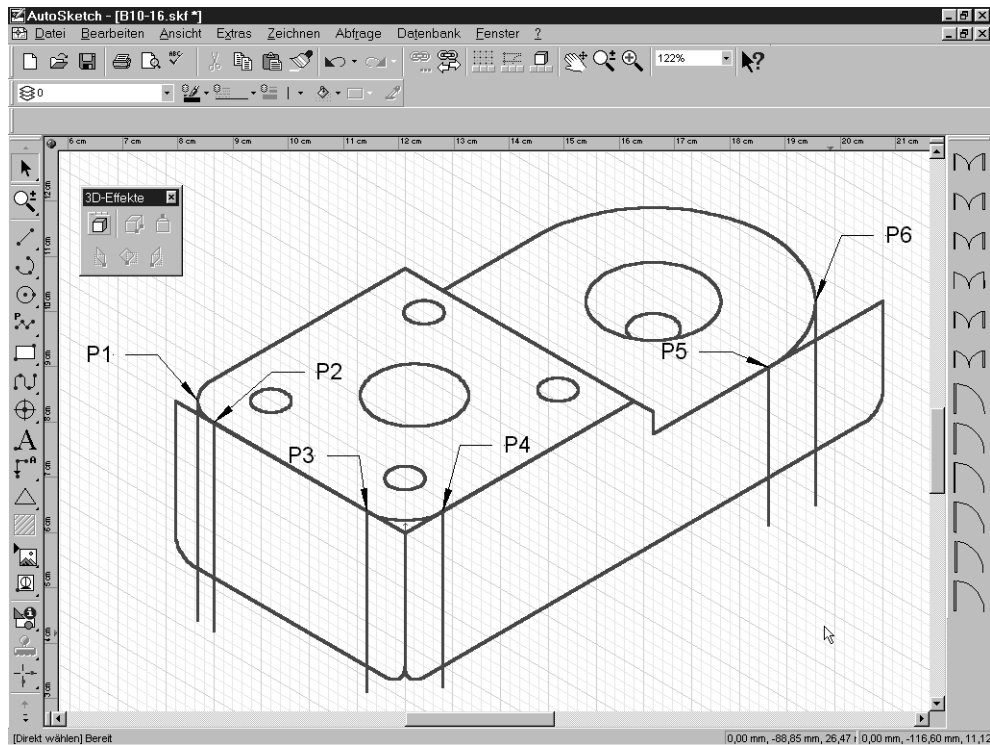

Abbildung 10.16: Zeichnen der sichtbaren Kanten
- Schalten Sie zur linken isometrischen Ebene um. Zeichnen Sie von P1 (Quadrantenpunkt des linken oberen Bogens) eine Linie senkrecht nach unten (siehe Abbildung 10.16).